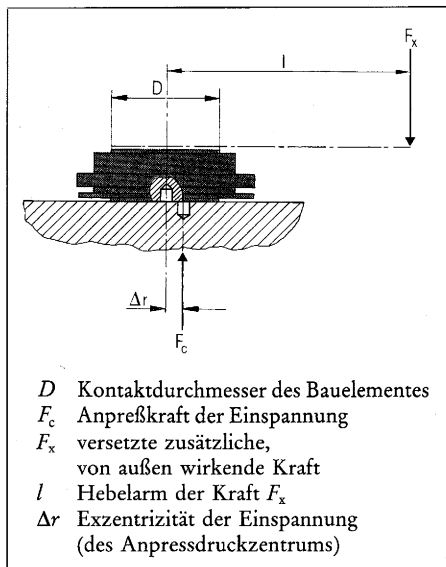

Bild 6 Zur Zentrierung von Bauelementen in Flat-pack-Gehäusen
- Die gesamte Kontaktfläche des Bauelementes muß voll kontaktiert sein. Der Durchmesser der Auflagefläche darf nicht kleiner als der Kontaktdurchmesser D (Bild 6) sein.
• Eventuelle Exzentrizitäten sollten den in Tabelle 2 angegebenen Maximalwert nicht überschreiten. Hier bedeutet Δr die Abweichung der Mittelachse des Bauelementes vom Angriffszentrum der Anpreßkraft F_c (Bild 6).
• Über die Exzentrizität lassen sich zusätzliche Kräfte F_x (oder zusätzliche Momente M_x) bestimmen, die von außen und versetzt zur Mittelachse des Bauelementes wirken dürfen, beispielsweise über elektrische Anschlüsse. Es gilt mit Bild 6